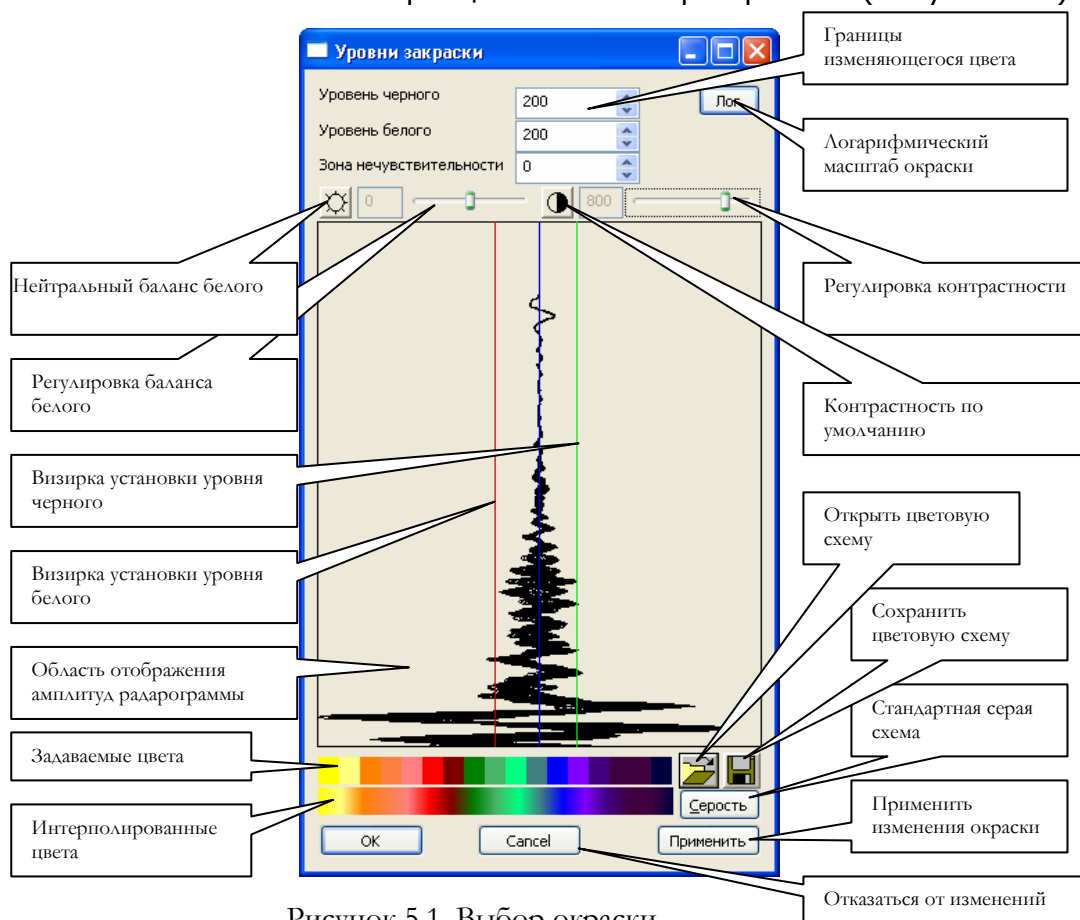

Рисунок 5.1. Выбор окраски
2. Нажать функциональную кнопку  «Изменение окраски и контраста», откроется окно изменения палитры цветов «Выбор окраски» (Рисунок 5.1).
3. Нажать функциональную кнопку «**Открыть цветовую палитру**» (Рисунок 5.1), найти папку GeoScan 32, содержащую файлы цветовых палитр (Рисунок 5.2) следуя по пути, указанному в п.1 этого раздела.
4. Выбрать в открывшемся окне файл и открыть его. Набор цветов, входящих в цветовую палитру, отобразится в окне изменения палитры (Рисунок 5.1) «Выбор окраски». Для применения цветовой палитры необходимо нажать функциональную кнопку «Применить цветовую палитру». Отменить выбранную цветовую палитру можно последовательным нажатием функциональных кнопок «Серость» и «Рисуй» (Рисунок 5.1).